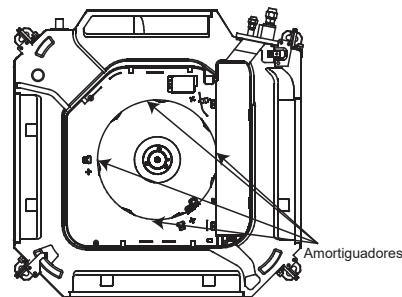

Figura 13
- Antes de instalar la unidad interior, asegúrese de retirar los amortiguadores utilizados para el transporte entre el ventilador y el encastrado de la tubería (vea la Figura 13). Si ejecuta la unidad sin quitar los amortiguadores, puede dañar el motor del ventilador.